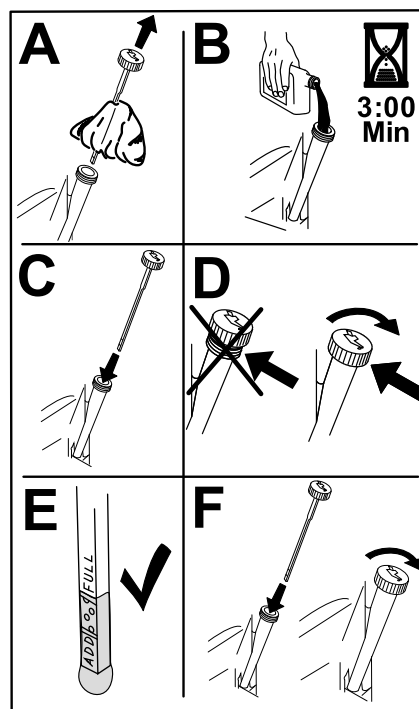

Figura 45
6. Turnați încet aproximativ 80% din uleiul specificat în tubul de umplere și adăugați lent ulei suplimentar pentru ca acesta să ajungă la marcajul Complet (Figura 45).